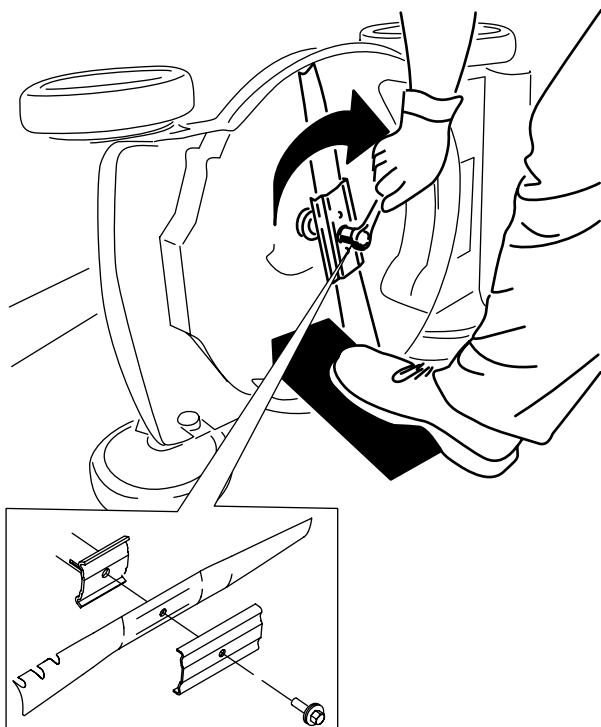

Figura 22
5. Instale lâmina nova e todo o equipamento de montagem (Figura 22).